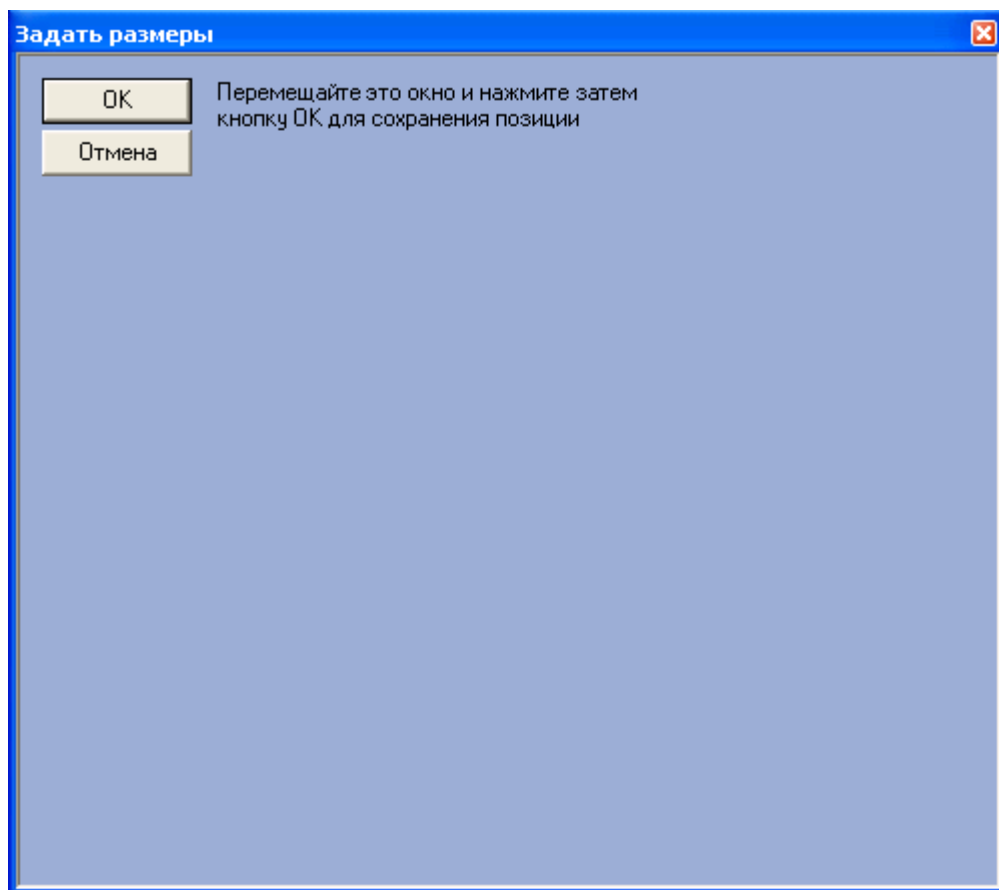

Рис. 7.9—3. Визуальный метод задания координат
*Для этого следует нажать кнопку «» (см. Рис. 7.9—2, 4) и, используя мышь, задать требуемый размер и положение тестового окна, после чего нажать «ОК» (Рис. 7.9—3). Координаты тестового окна будут автоматически рассчитаны и скопированы в поля «X», «Y», «W» и «H».*
5. В том случае, если требуется разрешить перемещение компонента «Оперативный монитор», установить флажок «Разрешить перемещение» (см. Рис. 7.9—2, 5).
6. Для сохранения внесенных изменений нажать кнопку «Применить» (см. Рис. 7.9—2, 6).